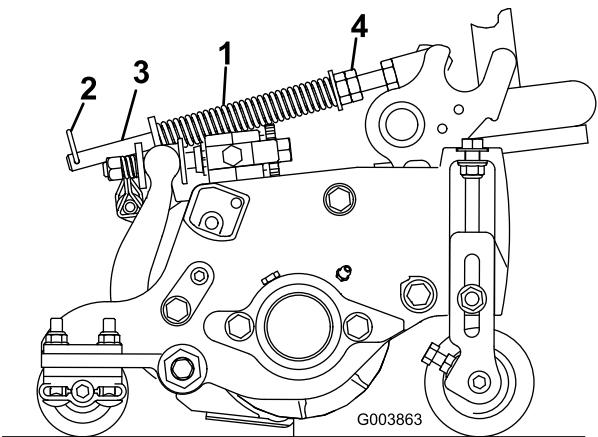

Figure 15
Le ressort de compensation (Figure 15) transfère aussi le poids du rouleau avant au rouleau arrière. (Cela évite la formation d'ondulations à la surface de la pelouse.)
1. Vérifiez que la goupille fendue est insérée dans le trou de la tige de ressort (Figure 15).
2. Serrez les écrous hexagonaux sur l'extrémité avant de la tige de ressort jusqu'à ce que la longueur du ressort comprimé soit égale à 12,7 cm sur le Reelmaster 5410 à plateaux de coupe de 5 pouces ou à 15,9 cm sur le Reelmaster 5510 à plateaux de coupe de 7 pouces (Figure 15).